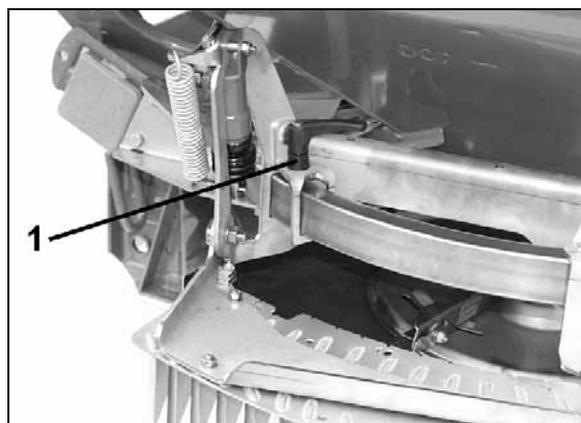

Fig. 59
1. Para ello aflojar la palanca de fijación (Fig. 59/1).